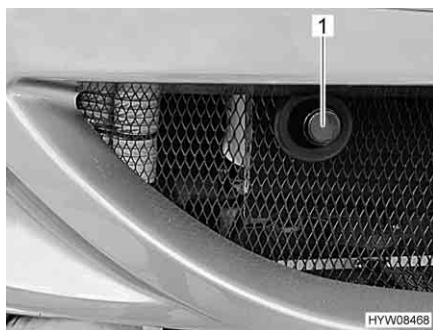

Fig. 22 Copertura per l'alloggiamento dell'occhione di traino
- Rimuovere la copertura (Fig. 22,1).